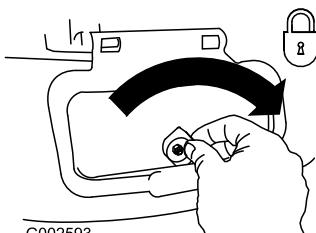

**Figura 28**
- Montate il condotto di scarico laterale e chiudete lo sportello sul condotto (Figura 28).